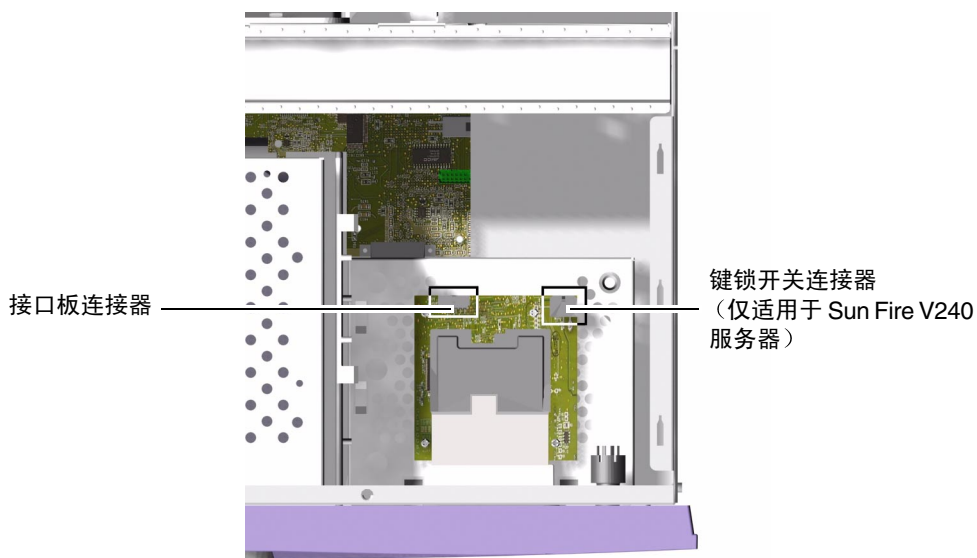

图 1-10 系统配置卡阅读器上的插头位置
#### 5. 从配置卡阅读器上拔下连接至下部接口板的电缆。参见图 1-10。
6. 仅适用于 Sun Fire V240 服务器：拔下键锁开关部件的线束接头。参见图 1-10。